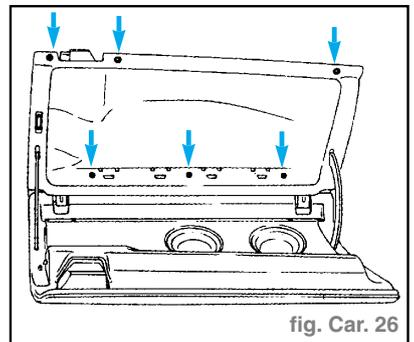

fig. Car. 26
- Afin d'accéder au faisceau du vide-poche, déposer celui-ci. (fig. Car. 26)